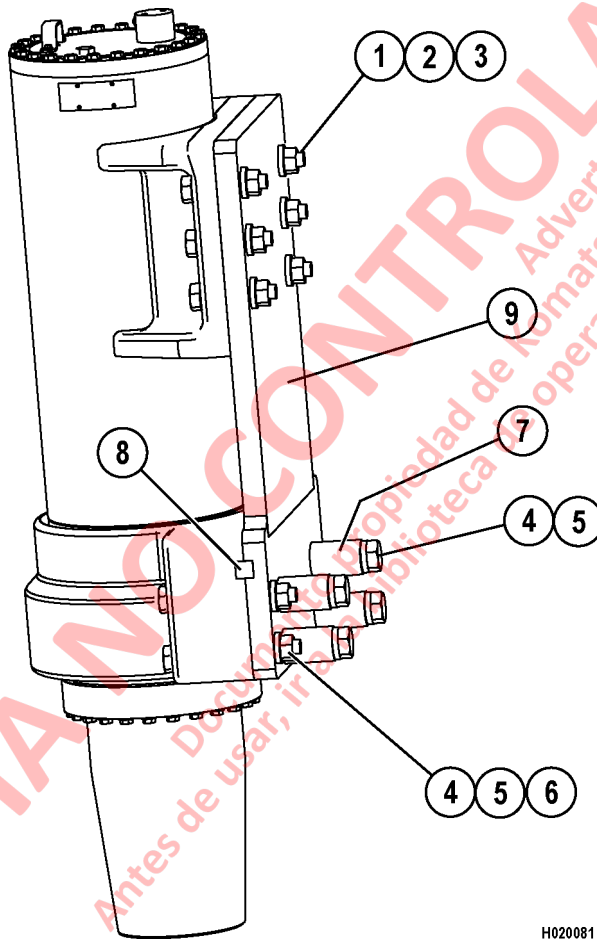

FIGURA 2-3. IDENTIFICACIÓN DE LOS ELEMENTOS
10. Saque los tornillos (1, Figura 2-3).
11. Saque cuatro tornillos externos (4).
12. Saque cuatro tornillos internos (4) con los espaciadores (7).
6. Identifique y separe los elementos de montaje según su ubicación en la suspensión. Consulte Figura 2-3.